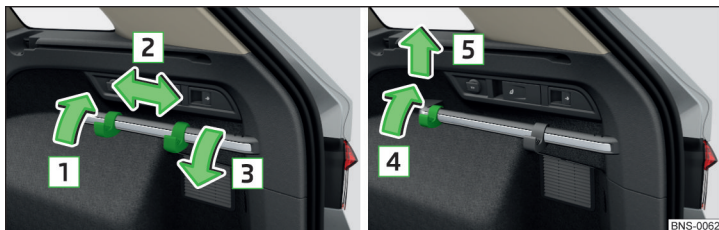

Fig. 129 Faire coulisser les crochets sur la baguette de fixation / démonter les crochets
- Appuyez sur le crochet vers le haut dans le sens de la flèche **1** et poussez en même temps dans la position souhaitée dans le sens de la flèche **2** » fig. 129.
- Relevez le crochet vers le haut dans le sens de la flèche **4** jusqu'à ce qu'il se détache et retirez-le dans le sens de la flèche **5** » fig. 129.
- Appliquez le crochet sur la barre de fixation dans le sens inverse de la flèche **5** et appuyez légèrement dessus » fig. 129.